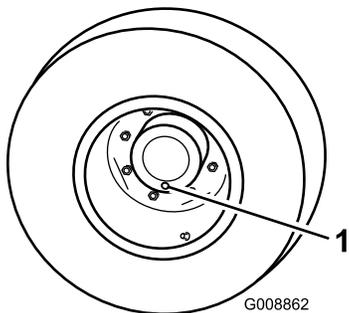

Figura 57
1. Con la macchina parcheggiata su una superficie piana, posizionate la ruota in modo che 1 dei tappi di controllo si trovi nella posizione inferiore (ore 6i) (Figura 57).